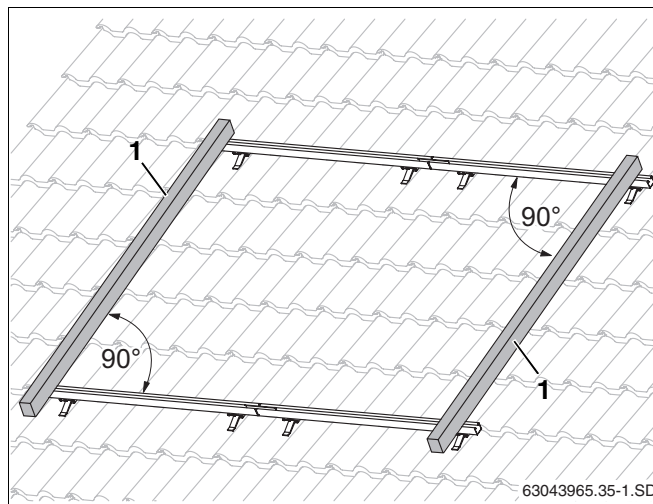

Рис. 33 Выравнивание профильных реек
- Выровнять верхние и нижние профильные рейки относительно друг друга по краям в горизонтальной плоскости (рис. 33, использовать уровень).
Измерьте диагонали или положите планку (рис. 33, **поз. 1**) на концы профильных реек. Угол между планкой и профильной рейкой должен составлять 90° . Выровняйте профильные рейки в продольных отверстиях.